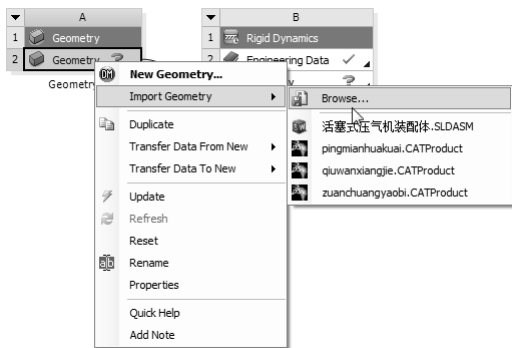

图 10-76 选择【Import Geometry】|【Browse】命令
1) 在 A2 栏的【Geometry】项上单击鼠标右键，在弹出的快捷菜单中选择【Import Geometry】|【Browse】命令，如图 10-76 所示，弹出【打开】对话框。